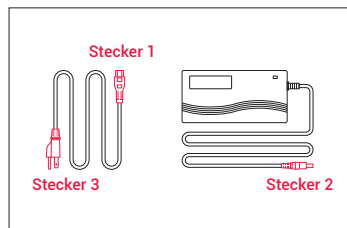

Abbildung 1
Schritt 2: Bauen Sie das Ladegerät wie in Abbildung 1 dargestellt zusammen, indem Sie den Stecker (Stecker 1) in den Transformator einsetzen.